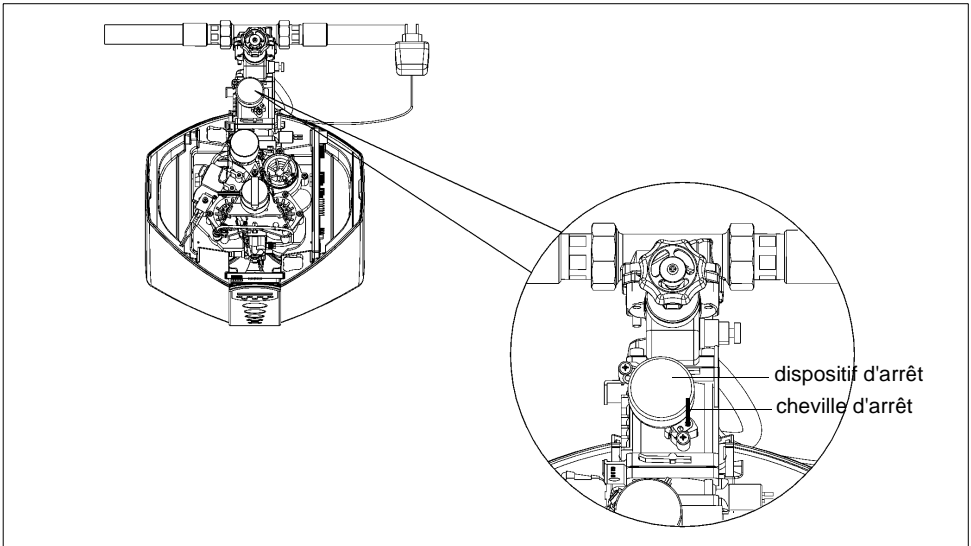

Fig. 11: Dispositif d'arrêt d'eau
- Retirer la cheville d'arrêt rouge. (cf. fig. 11)